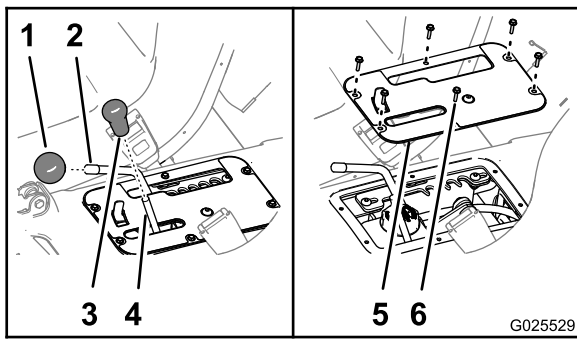

Figura 60
- Rimuovete le manopole dalla leva di sollevamento idraulico e dalla leva del range di velocità (Figura 60).
2. Rimuovete le 6 viti a rondella esagonale (n. 10 x 3/4") che fissano la piastra di copertura dei comandi alla base del sedile, quindi togliete la piastra di copertura (Figura 60).
6. Allineate i fori nella piastra di copertura dei comandi con i fori alla base del sedile (Figura 60).
7. Fissate la piastra alla base con le 6 viti a rondella esagonale (Figura 60) rimosse alla fase 2.
8. Avvitare le manopole sulle aste della leva di sollevamento idraulico e della leva del range di velocità (Figura 60).
2. Rimuovete le manopole dalla leva di sollevamento idraulico e dalla leva del range di velocità (Figura 60).
3. Rimuovete le 6 viti a rondella esagonale (n. 10 x 3/4") che fissano la piastra di copertura dei comandi alla base del sedile, quindi togliete la piastra di copertura (Figura 60).
9. Allineate i fori nella piastra di copertura dei comandi con i fori alla base del sedile (Figura 60).
10. Fissate la piastra alla base con le 6 viti a rondella esagonale (Figura 60) rimosse alla fase 3.
11. Avvitare le manopole sulle aste della leva di sollevamento idraulico e della leva del range di velocità (Figura 60).